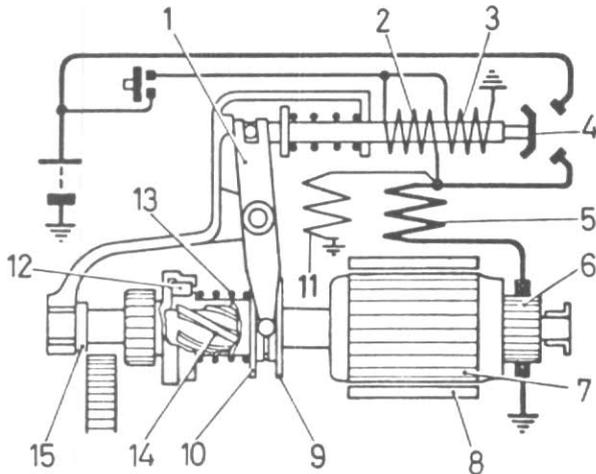

Figure 1
Il comprend un ensemble d'entraînement (12) fig. 1, porté sur l'arbre de l'induit à cannelures hélicoïdales qui assure l'engagement total du pignon sur la couronne du volant avant que le moteur ne soit mis en route par le courant principal.
- a) Bobine de shunt (11), fig. 1 (ancien modèle).